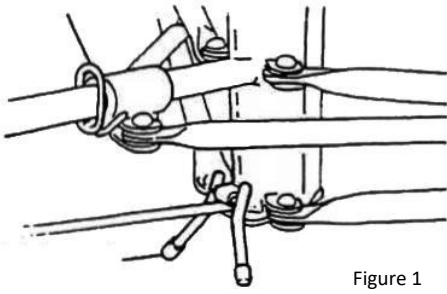

Figure 1
- Appuyez sur l'anneau de l'étrier de la glissière. Maintenez l'anneau vers le bas tout en faisant pivoter les deux pattes avant vers l'extérieur jusqu'à ce que l'anneau de l'étrier s'enclenche dans le trou de verrouillage au bas du tube de la glissière. (Voir figure 1)